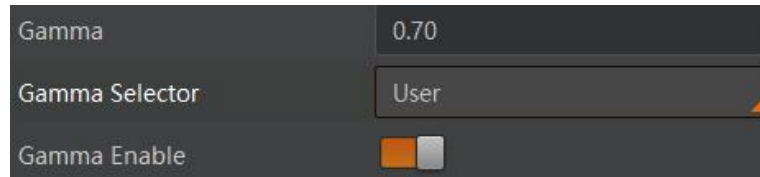

图7-36 User 模式
3. 在 *Gamma* 参数中输入需要设置的数值，参数范围为 0 ~ 4，如图 7-36 所示。